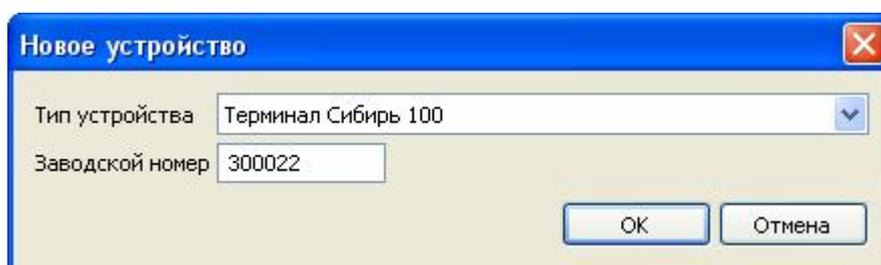

Рис. 7 –Окно добавления нового устройства
- В появившемся окне *Новое устройство* (см. рис. 7) выбрать требуемый тип устройства и ввести заводской номер устройства, указанный на плате *Модуля управления* (см. рис.2).